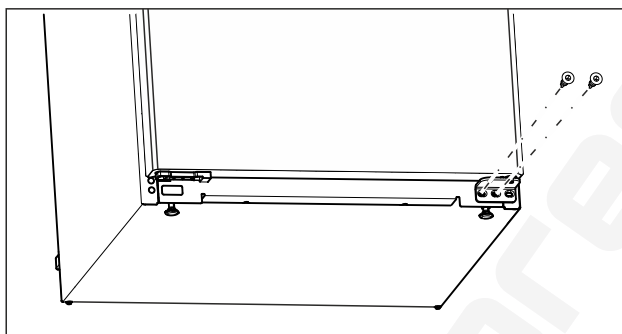

Fig. 11
- Csavarja ki az alsó csapágybakon a középső csavart Torx 20 csavarhúzóval. (lásd Fig. 11)
- Csavarja ki az alsó csapágybakon a belső csavart Torx 20 csavarhúzóval. (lásd Fig. 11)